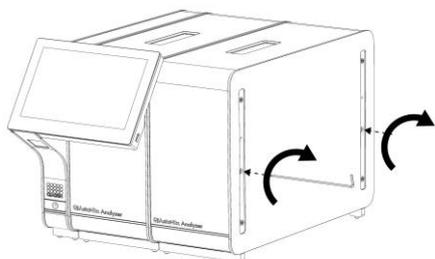

Figure 16. Alignement et connexion du module analytique supplémentaire.
4. Alignez le module analytique supplémentaire sur le module analytique existant. Serrez les vis avec l'outil de montage du module analytique/opérationnel fourni avec le QIAstat-Dx Analyzer 1.0 (figure 16, en page suivante).